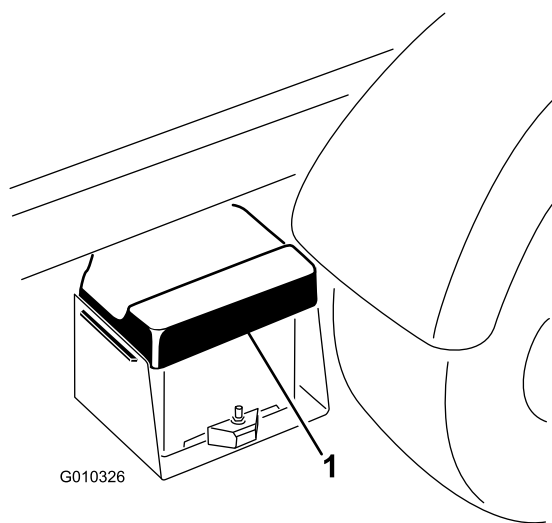

図 3
- A. バッテリーカバーを握り込んで、タブをバッテリーベースから外す 図 3。
- B. バッテリーベースからバッテリーを取り外す 図 3。